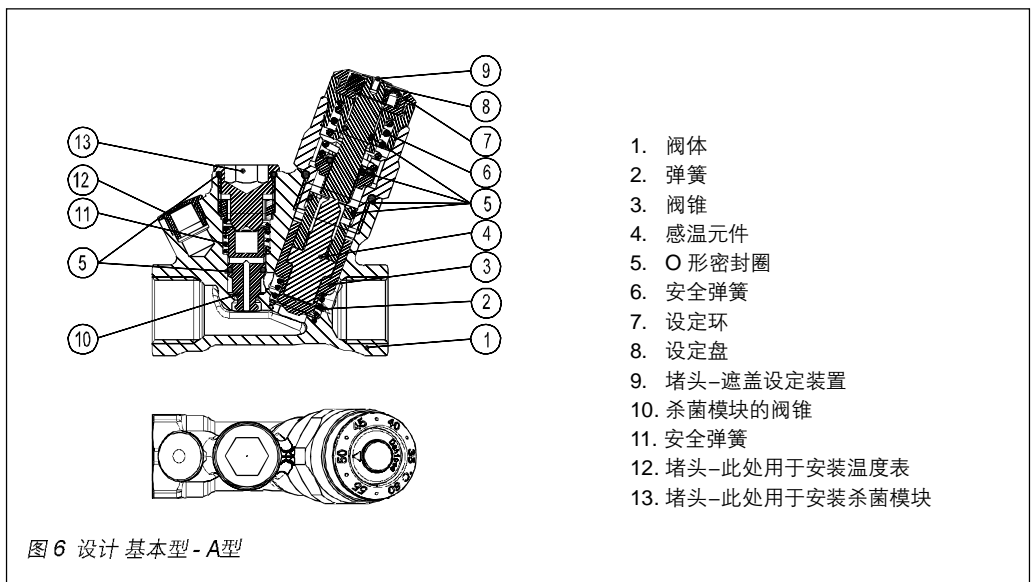
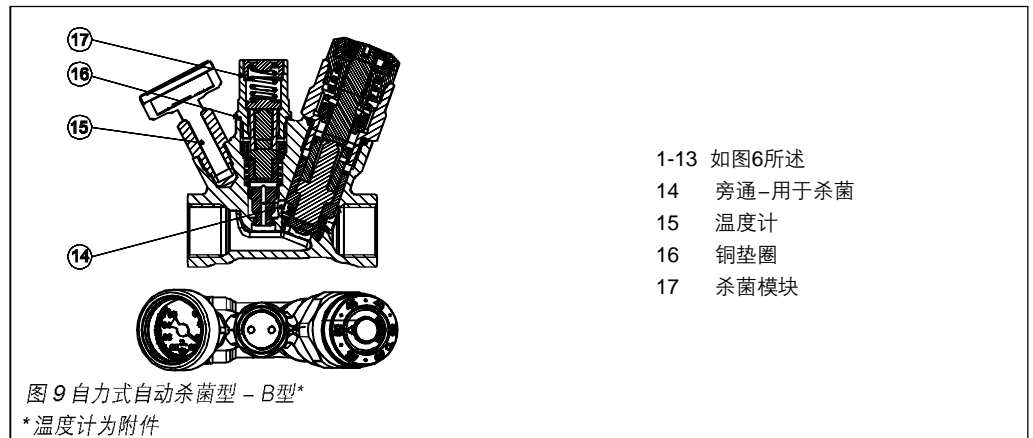

图6 设计 基本型 - A型
图9 自力式自动杀菌型 - B型* * 温度计为附件
MTCV 是一种自力式比例控制的恒温控制阀。在阀锥内 (图 6 元件3) 有一个感温元件 (图 6 部件4)，对温度变化做出反应。
安全弹簧 (图 6 元件6) 对感温元件起保护作用，以免当水温超过阀上的设定值时损坏感温元件。
从杀菌功能模块用堵头上取下堵头之后（图6元件13）-（在工作条件下，带有压力时，就可进行）可以安装恒温杀菌模块（图9元件17）。
- 1-13 如图6所述
取下杀菌模块用堵头后（图6元件13），可以安装适配器（图12元件21）和热执行器 TWA。